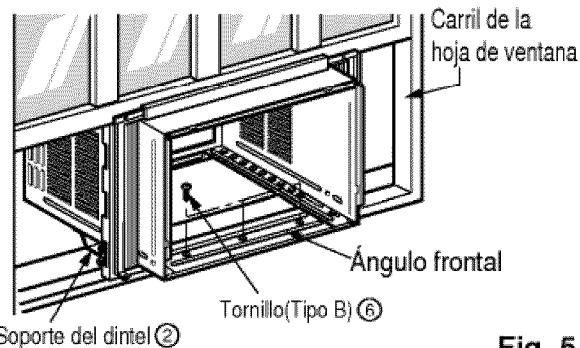

Fig. 5
- 6** El gabinete debe ser instalado con una ligera inclinación (aproximadamente 1/2") de modo que el lado externo quede hacia abajo (ver Fig. 5) Ajuste el perno y la tuerca del soporte al dintel ② para equilibrar el gabinete.
- 7** Agregue el gabinete al asiento de la ventana colocando los tornillos ⑥ (Tipo B: Largo 16mm 5/8 - pulgadas - abajo.) a través del ángulo frontal en el asiento de la ventana.
- 8** Tire cada marco de la cortina ① completamente para cada carril de hoja de ventana y repita el paso 2.